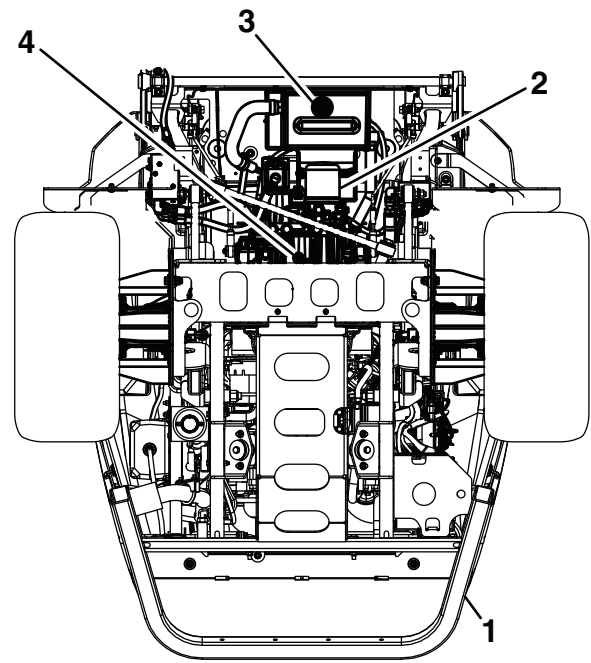

**Figura 69**
7. Inserte la varilla en el cuello de llenado, retírela y compruebe el nivel de fluido (Figura 69).